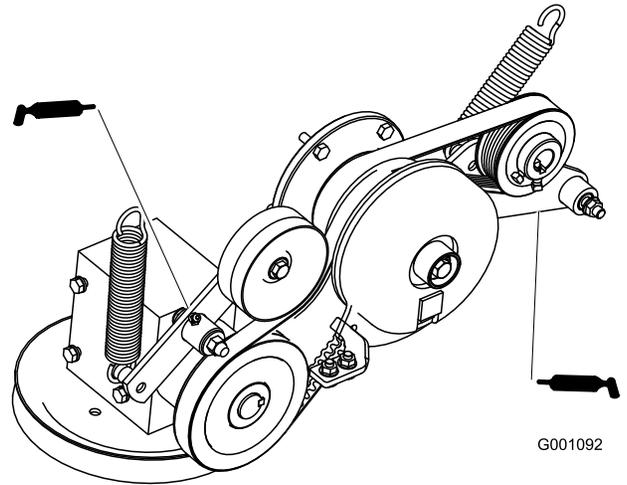

Figure 29
6. Graissez le bras de la poulie de tension de la courroie d'entraînement de PDF (Figure 29).
7. Graissez le bras de la poulie de tension de la courroie de pompe (Figure 29).